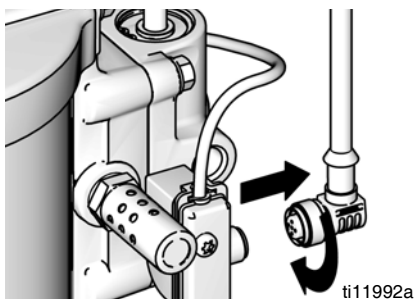

FIG. 18. Scollegare DataTrak
1. Svitare il cavo dal retro del gruppo interruttore a lame. Vedere FIG. 18.